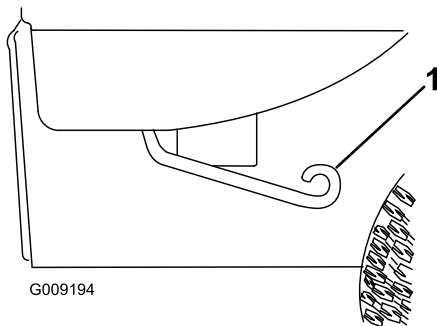

図 17
1. 荷台の右側または左側でレバーを引き上げ、荷台を持ち上げる (図 17)